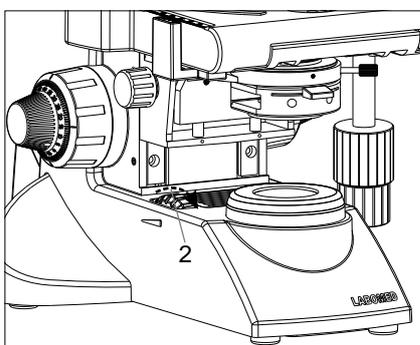

Fig. 10
2. Ruotando la manopola di regolazione l'intensità della luce (fig. 10) in direzione della freccia aumenta la luminosità e di rotazione in direzione opposta diminuisce la luminosità. Le cifre intorno alla manopola di indicare l'intensità leva.